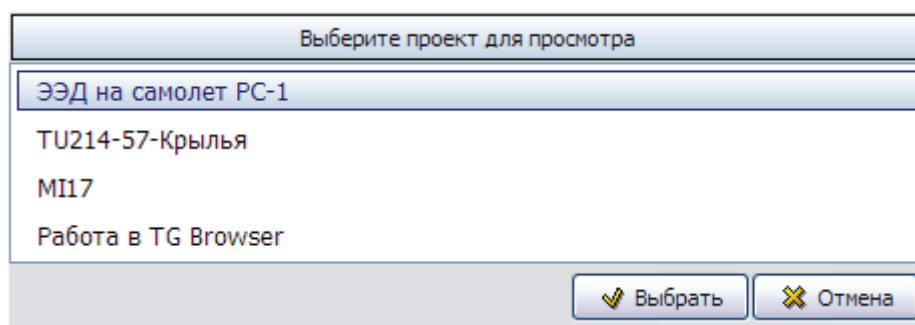

Рис. 1.8
2. В полях **Имя пользователя:** и **Пароль:** укажите свои реквизиты и нажмите на кнопку  **Вход**. После этого откроется окно **Выберите проект для просмотра** (Рис. 1.8).